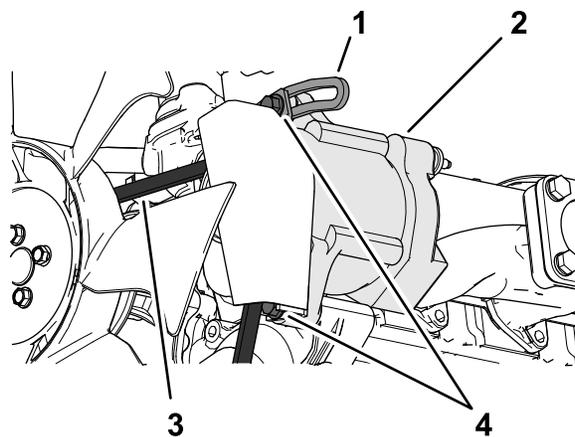

Figura 89
3. Desaperte o parafuso no ponto de articulação do alternador; desaperte o parafuso que prende o alternador à abraçadeira ranhurada (Figura 89).